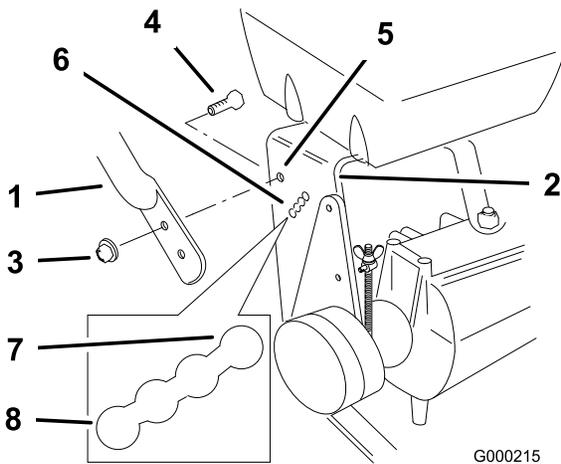

Figura 19
2. Afloje los pernos con arandela prensada superiores (3/8 x 1 pulg.) y la tuerca con arandela prensada que fijan el manillar al bastidor trasero (Figura 19).
3. Retire los pernos con arandela prensada inferiores (3/8 x 1 pulg.) y las tuercas con arandela prensada que fijan el manillar al bastidor trasero (Figura 19).